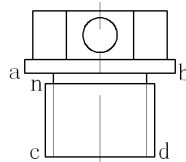
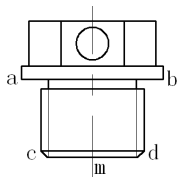

图 3-84 绘制螺纹小径
图 3-85 绘制倒角线
⑪ 单击“默认”选项卡“修改”面板中的“偏移”按钮, 再次将竖直中心线向左、右偏移, 偏移距离为 6.8, 并将偏移的直线转换为“剖面线”图层, 修剪后的效果如图 3-84 所示。
⑫ 单击“默认”选项卡“修改”面板中的“倒角”按钮 $\swarrow$ ，对图 3-84 中的 c 点进行倒角，倒角距离为 1。
⑬ 同理，对图 3-84 中的 d 点进行倒角。然后单击“默认”选项卡“绘图”面板中的“直线”按钮 $\swarrow$ ，打开对象捕捉功能，捕捉端点，绘制倒角线，效果如图 3-85 所示。